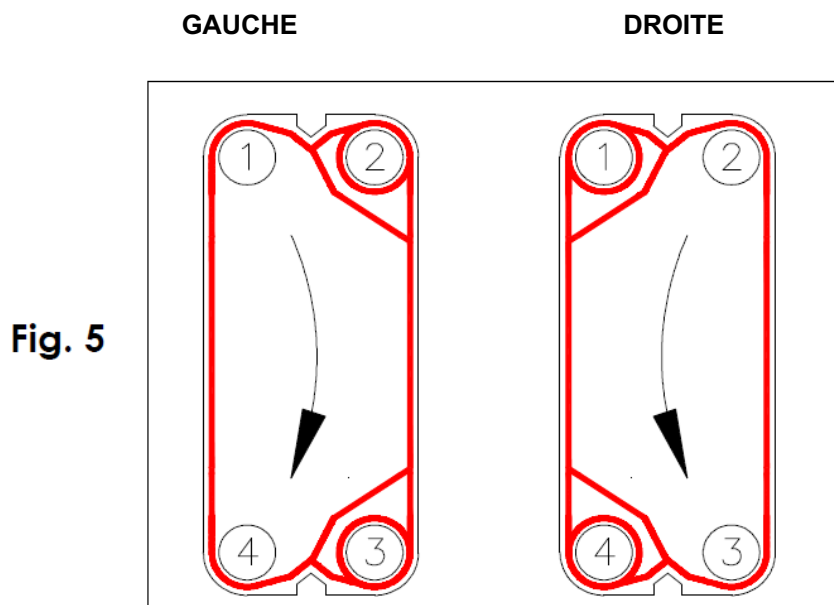

Fig. 5
- Sur la plaque de droite, le liquide s'écoule de la connexion 2 à 3 ou de la connexion 3 à la plaque 2 (Fig. 5).
- Sur la plaque de gauche, le débit est de 1 à 4 ou de 4 à 1 (Fig. 5).